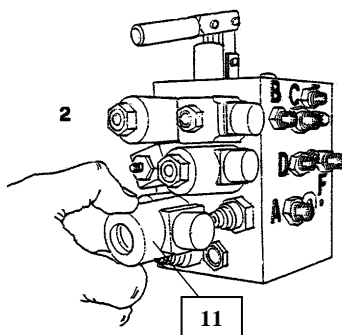

Fig.17
- Verwijder de magneetspoel zie ref.17 fig.17 van het ventiel.